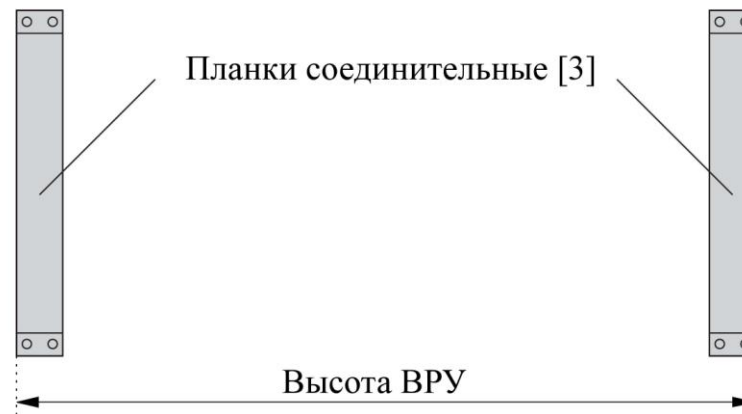

Рисунок 2
2) Положите две планки соединительные [3] на ровную горизонтальную поверхность шпильками вверх, параллельно друг другу, на расстоянии равным высоте ВРУ (см. рисунок 2).